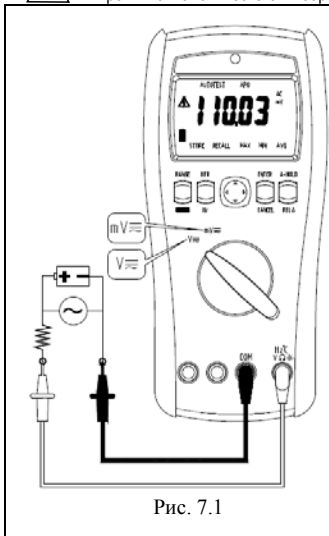

Рис. 7.1
3. Курсором синей функциональной клавиши [RANGE] выбрать режим измерения: постоянное (DC), переменное (AC), переменное со смещением (AC+DC).
4. Подключить измерительные провода параллельно источнику напряжения (рис. 7.1).
При измерении переменного напряжения или тока (рис. 7.1, 7.2) нажмем кнопку «**Hz**» для активации функции измерения частоты переменного сигнала U/I. Значение частоты отображается на дополнительном дисплее. Нажмите кнопку «**Hz**» - для выхода из этой функции.